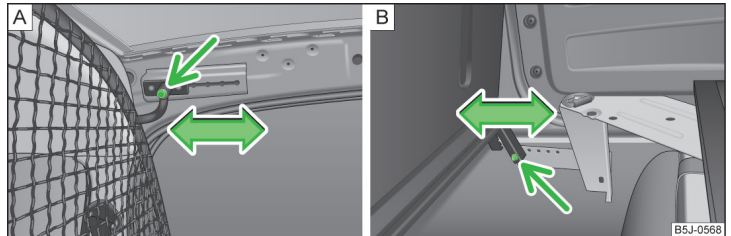

Abb. 94 Obere / untere Aufnahme der Sicherheitstrennwand
- › Auf jeder Seite im oberen Bereich der Karosserie eine Schraube » Abb. 94 - **A** und im unteren Bereich eine Schraube » Abb. 94 - **B** herausschrauben.